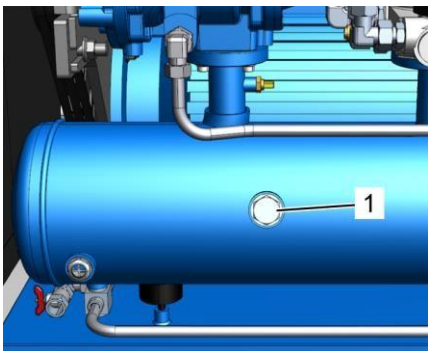

Рис. 35: Резьбовая пробка наливного отверстия (винтовой компрессор с клиноременным приводом)
5. Отверните резьбовую пробку наливного отверстия (Рис. 35/1), извлеките ее и проследите за тем, чтобы не потерялось уплотнительное кольцо.